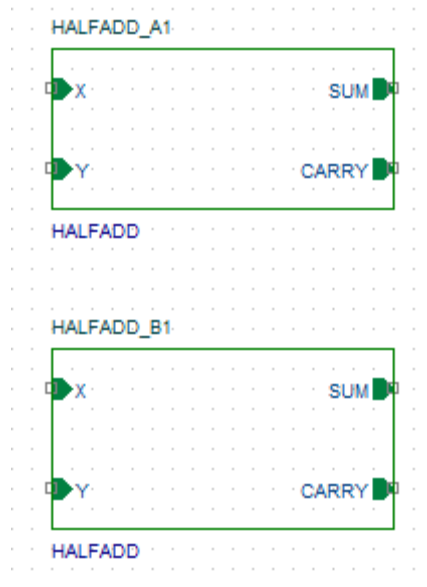

Рис. 18.24. Установка второго иерархического блока
2.7. Поместите другой иерархический блок с Implementation Type как HALFADD. Простейший способ сделать это - скопировать существующий иерархический блок и вставить его на страницу схемы. По умолчанию опорное название второго иерархического блока HALFADD_A2. Измените этого название на HALFADD_B1 (рис. 18.24).